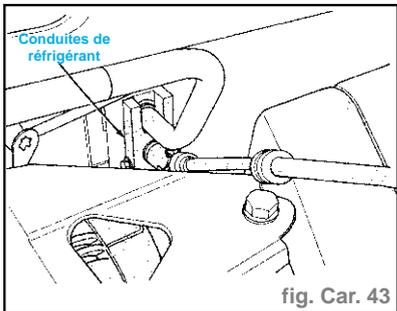

fig. Car. 43
- Déposer les conduites d'aspiration et hydrauliques au détendeur (fig. Car. 43).